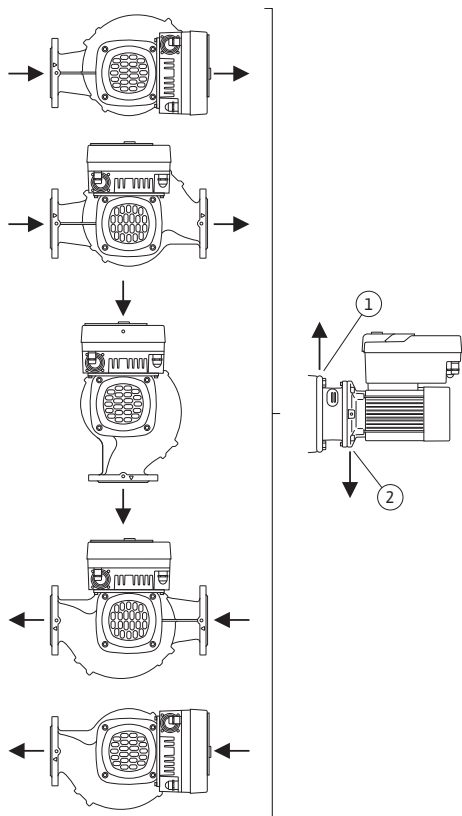

Fig. 19: Zulässige Einbaulagen mit horizontaler Welle
- Bei horizontaler Motorwelle ist die Lage der Kondensatbohrung nach unten erforderlich (Fig. 19, Pos. 2). Gegebenenfalls muss der Motor gedreht werden.